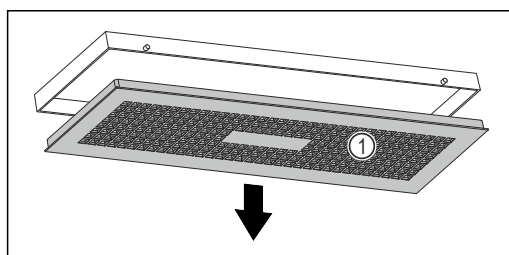

Fig. 112
- Nádržku na vodu pomalu otočte směrem dolů a přitom držte kryt Fig. 112 (1).
- Kryt Fig. 112 (1) odeberte.